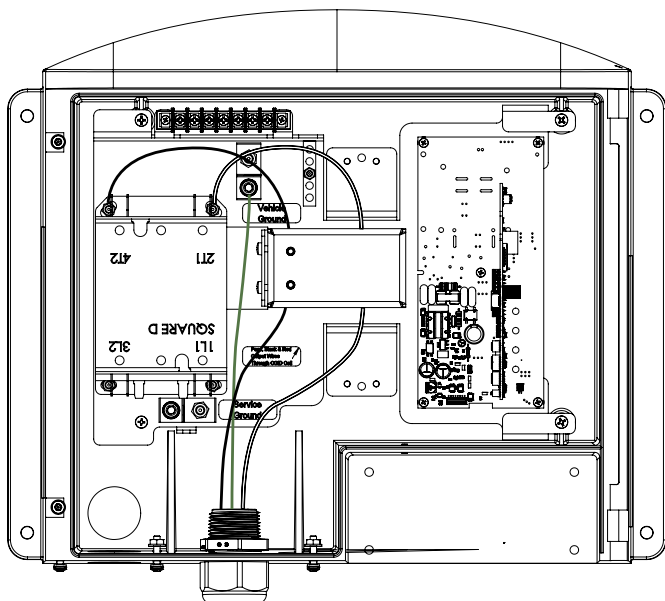

Figure 8 : Instructions relatives au câblage de connexion du câble J1772
- Lors du branchement du câble de sortie, assurez-vous que les deux conducteurs 120 V CA (ligne 1 et ligne 2) passent à travers la bobine de détection du dispositif d'interruption du circuit de charge (CCID), comme illustré à la Figure 8.